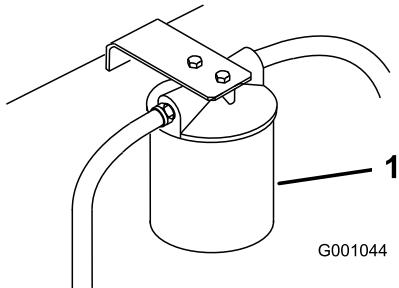

Figure 58
3. Placez un bac de vidange sous le filtre, retirez le filtre usagé et essuyez la surface du joint de l'adaptateur (Figure 58).